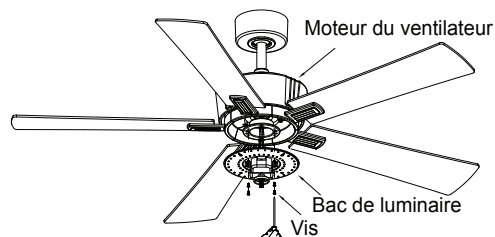

Fig. 19
Étape 3. Alignez les trous de vis du bac de luminaire avec les trous de vis de l'anneau de fixation du moteur du ventilateur. Réinstallez et serrez bien les quatre vis retirées auparavant à l'étape 2. (Fig. 19)